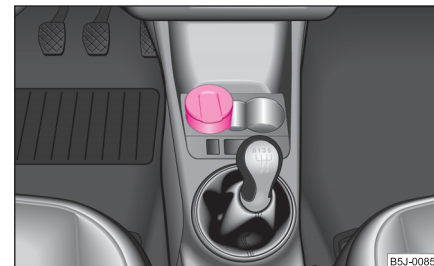

Fig. 75 Console centrale:
- Enlevez le cendrier ⇒ fig. 75 en le tirant vers le haut. Ne maintenez pas le cendrier au niveau du couvercle pour le sortir - Risque de cassure.